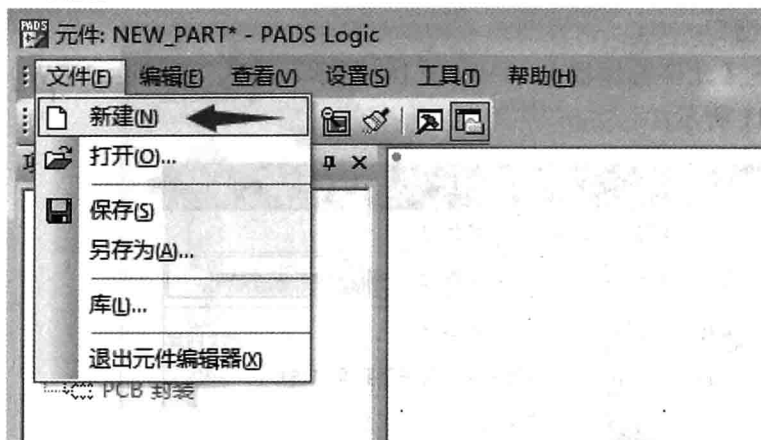
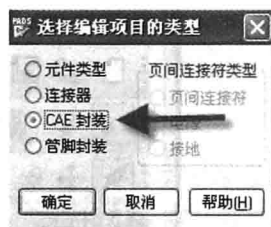

图 3-12 【新建】菜单命令
图 3-13 选择 CAE 封装
(2) 执行菜单命令【文件】→【新建】(如图 3-12 所示), 在弹出的“选择编辑项目的类型”对话框中, 选择“CAE 封装”选项后单击【确定】按钮, 如图 3-13 所示。